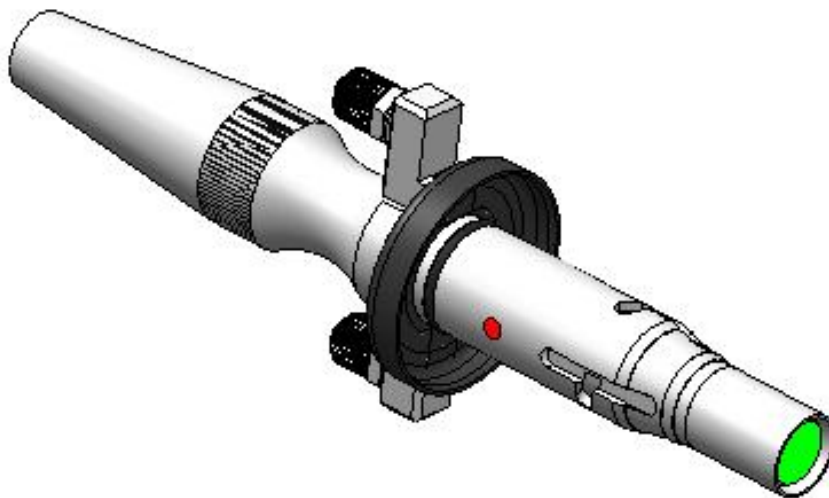

图1.9
- ② 将配件中白色小盒子内的防尘套套进光纤头上，如下图1.9所示：